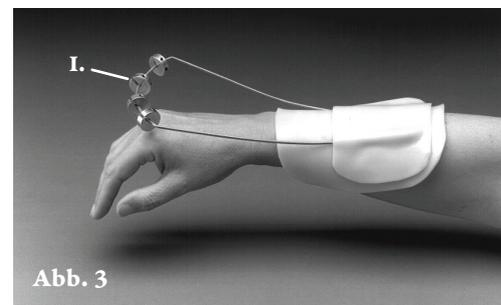

Abb. 3
- 3) Den Auslegerdraht so ausrichten, dass der distalste Abschnitt mittig der Phalanx proximalis des Mittelfingers liegt. Die Basis des Auslegerdrahtes mit einem Heißluftföhn erhitzen und in das Thermoplast einbetten. Die Basis des Auslegers durch Überkleben mit einer Schicht Thermoplast fixieren. Die Umlenkrollen (I.) mit dem Sechskantschlüssel auf dem Auslegerdraht in Ausrichtung mit den Fingern montieren. (Abb. 3)